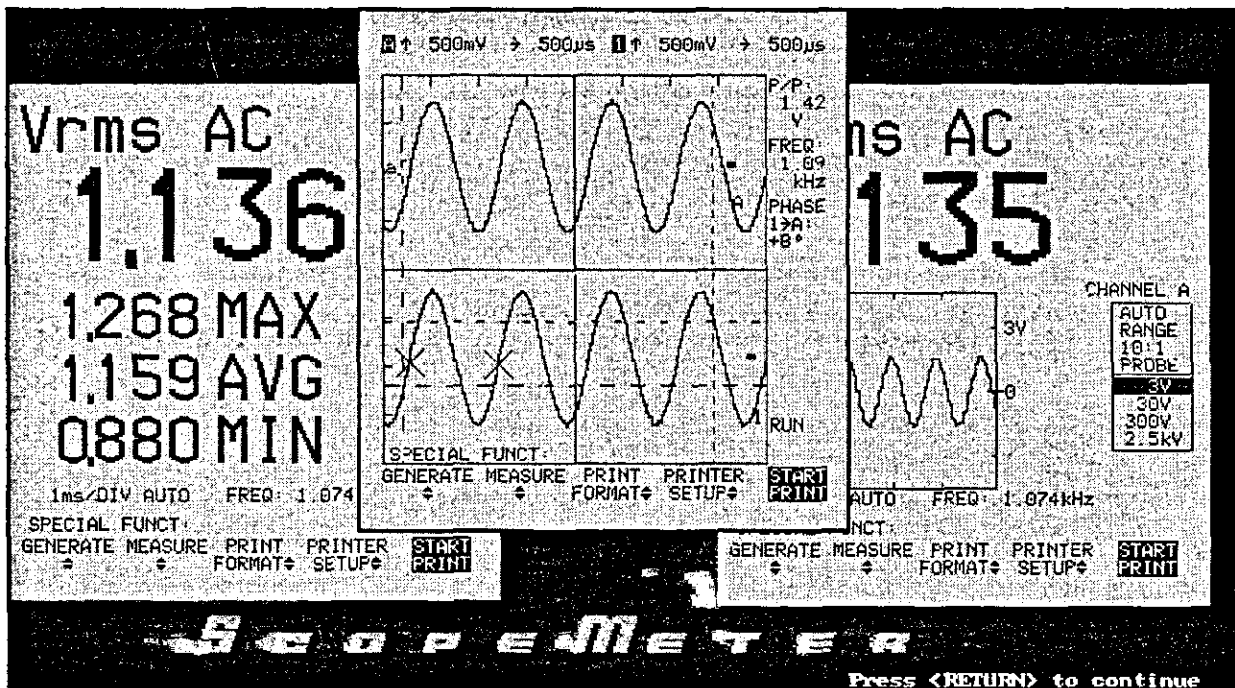

Figure 9 :Écran d'ouverture du programme «97» pour le transfert des données de l'oscilloscope vers l'ordinateur et la création de fichiers .BWV et .WAD.
- 1) Appelez le répertoire «FlukeTFR» (cd FlukeTFR) et tapez 97. L'oscilloscope doit être relié au port de communication COM 1. Tapez 97 2 s'il est relié au port COM2. Des dessins verts apparaissent à l'écran (fig.9), faites retour. «Com1 : Baud Rate 9600» apparaît au haut de l'écran. Si la communication a réussi avec l'oscilloscope, «ScopeMeter model 97; V4,02; 92-11-03» apparaît au bas de l'écran maintenant de couleur bleue. Si le message «ScopeMeter Not Responding» apparaît, c'est que l'oscilloscope n'est pas allumé. Allumez-le et recommencez la procédure.